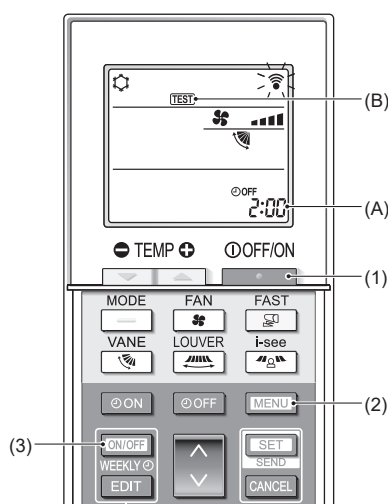

Fig. 7-5
7.2.2. Med trådlös fjärrkontroll (Fig. 7-5)
- Tryck på knappen [OFF/ON] (1) för att stänga av luftkonditioneringen.
- Om veckotimern är aktiverad (WEEKLY lyser), tryck på knappen [ON/OFF WEEKLY] (3) för att inaktivera den (WEEKLY slocknar).
- Tryck på knappen [MENU] (2) i 5 sekunder.
- Tryck på knappen [MENU] (2).
- [TEST] (B) tänds och enheten går in i provkörningsläge.